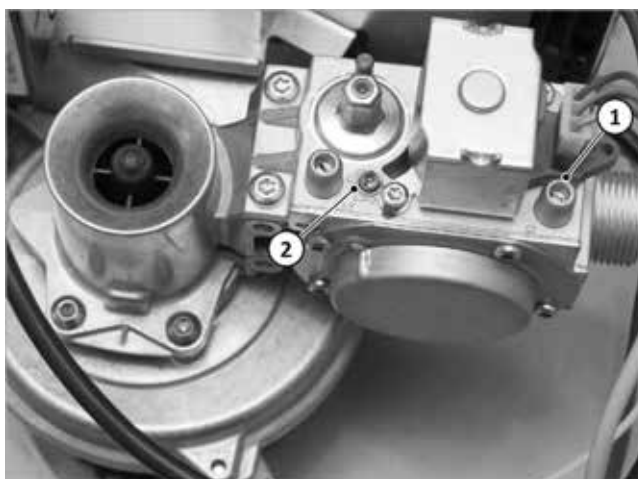

Fig. 100 : Réglage du brûleur
- Utilisez les raccords de mesure pour contrôler le débit du gaz lors du fonctionnement du brûleur ➔ Fig. 100 (1).